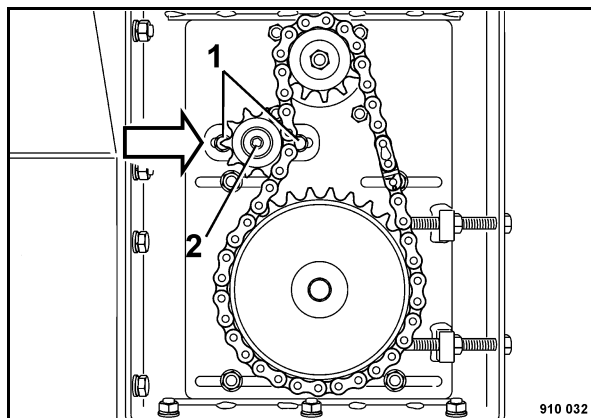

Bild 40
- Zwei Befestigungsschrauben 1 (Bild 40) des Ritzels lösen.
- Ritzel (2) gegen die Kette drücken und Befestigungsschrauben wieder festziehen.